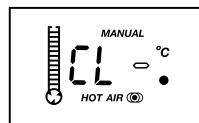

Рис. 2
2. Нажмите и удерживайте функциональную кнопку термофена около 2 секунд. На дисплее отобразится значение, показанное на Рис. 2. Станция перейдет в интерфейс настройки.